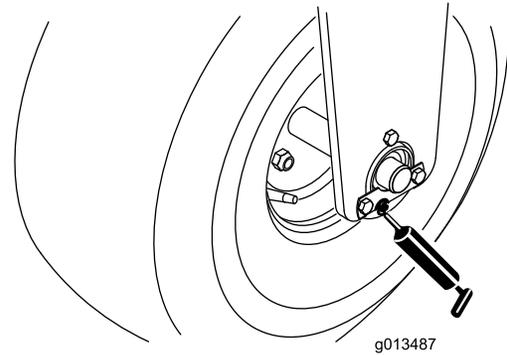

Figure 14
- Roulement de roue avant (2) (Figure 14)